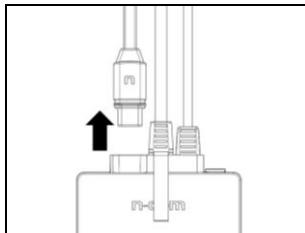

Fig. 41
- Enlevez le connecteur du clavier de son homologage (Fig. 41).